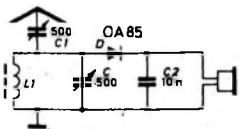
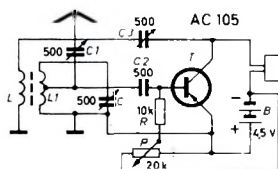

Bild 6. Kapazitive Antennenankopplung
Bild 7. Transistor-Rückkopplungsempfänger
Wir verwenden jetzt die Versuchsschaltung nach Bild 6. Dazu benötigen wir einen zweiten 500-pF-Drehkondensator  $C_1$ . Die Antenne wird am oberen Ende von  $C_1$  angeschlossen und  $C_1$  zunächst so weit herausgedreht, daß man mit  $C$  gerade noch einwandfrei auf einen Sender abstimmen kann.
Wenn wir  $C_1$  laufend vergrößern und mit  $C$  immer wieder nachstimmen, so werden wir allmählich eine Erhöhung der Lautstärke feststellen, weil jetzt mehr Energie über  $C_1$  zum Kreis gelangt. Gleichzeitig verschlechtert sich jedoch die Trennschärfe, weil nun der Wirkwiderstand der Antenne eine Rolle spielt. Das kann sogar zu einem Lautstärkeverlust führen. Man sieht, daß es auch hier ein Optimum gibt, das sorgfältig eingestellt werden muß. Bei der Schaltung nach Bild 6 spricht man von einer kapazitiven Antennenankopplung, im Gegensatz zu Bild 4, bei dem von der induktiven Ankopplung der Antenne Gebrauch gemacht wurde.
In den Schaltungen nach den Bildern 3, 4, 5 und 6 liegt parallel zum Kopfhörer stets ein Kondensator. Wie schon erwähnt, bewirkt dieser Kondensator einen hochfrequenten Kurzschluß für den Detektorkreis, so daß die Diode besonders wirksam gleichrichtet. Entfernen wir diesen Kondensator, so ergibt sich ein leichter Rückgang der Lautstärke und gleichzeitig eine geringfügige Verstimmung. Das deutet darauf hin, daß die Gleichrichtung nicht mehr so gut wie bisher erfolgt und daß sich außerdem die Resonanzfrequenz des Schwingkreises etwas verschoben hat. Der Kondensator  $C_1$  (beziehungsweise  $C_2$  im Bild 6) muß gerade einen solchen Wert haben, daß die Hochfrequenzspannung genügend kurzgeschlossen wird. Größere Werte sind nachteilig, weil dann der kapazitive Widerstand des Kondensators auch für die auftretenden Tonfrequenzen einen mehr oder weniger großen Kurzschluß darstellt. Der fließende Gleichstrom bleibt davon jedoch unbeeinflusst.
Bild 7 zeigt die Schaltung. Der Schwingkreis  $L_1, C$  ist uns bereits bekannt, die Antenne koppeln wir wie im Bild 6 kapazitiv über den Drehkondensator  $C_1$  an. Um den zusätzlichen Drehkondensator  $C_3$ , den wir zunächst ganz herausdrehen, und die Spule  $L$  kümmern wir uns vorerst nicht. Die Spannung an  $L_1$  wird an einer Spulenanzapfung (zum Beispiel bei 40 Wdg.) abgegriffen und über  $C_2$  der Basis des Transistors  $T$  zugeführt. Als Transistor können wir den schon bei früheren Versuchen benutzten Typ AC 105 verwenden, wenn wir die Ausgabe für einen besonderen Hochfrequenztransistor (gut geeignet ist beispielsweise der Typ AF 116 von Valvo) scheuen.
Ebenso wie eine gewöhnliche Diode, dämpft auch die Emitter-Basis-Strecke eines Transistors den Schwingkreis unter Umständen sehr erheblich. Um das zu untersuchen, legen wir den Kondensator C2 im Bild 7 einmal an eine höhere Zapfung, das heißt mehr in Richtung des oberen Anschlusses von L1. Dabei verschlechtert sich aber die Trennschärfe erheblich, und unter Umständen sinkt auch die Lautstärke stark ab, weil der Resonanzwiderstand des Kreises zurückgeht. Wählen wir eine tiefer liegende Zapfung, so wird die Trennschärfe immer besser, die Lautstärke jedoch zunehmend geringer, weil jetzt ein immer kleinerer Anteil der Gesamtspannung des Schwingkreises zur Basis des Transistors gelangt. Es gibt also auch hier ein Optimum, das man am besten durch sorgfältige Versuche ermittelt.
Wir stellen nun mit unserem Empfänger nach Bild 7 einen Sender ein und betätigen erstmalig den Drehkondensator C3. Beim Hineindrehen werden wir bemerken, daß die Lautstärke entweder anwächst oder sich verringert. Sollte sie sich verringern, so polen wir die Spule L um. Dann steigt die Lautstärke mit zunehmendem C3 nicht unerheblich an, während sich gleichzeitig auch die Trennschärfe verbessert. Wir haben eine „Rückkopplung“, und zwar eine sogenannte „Mitkopplung“ vor uns, die folgendermaßen arbeitet:
- 19 Im Bild 7 ist die Antenne über C1 an dieselbe Anzapfung wie der Kondensator C2 gelegt. Wir verändern nun den Anschluß versuchsweise in Richtung höherer und niedrigerer Anzapfungen. Im wesentlichen werden wir dabei die gleichen Erscheinungen wie beim Detektorgerät feststellen: Je höher die Anzapfung liegt, um so schlechter wird die Trennschärfe. Es gelten also dieselben Gesetzmäßigkeiten wie vorher, das heißt, der Wirkwiderstand der Antenne macht sich um so mehr bemerkbar, je stärker die Antenne angekoppelt wird. Es gibt wieder ein Optimum, das man experimentell ermitteln kann.
- 21 Beschaffen wir uns einen derartigen Transistor und setzen wir ihn in die Schaltung nach Bild 7 ein, so werden wir feststellen, daß sich die Empfindlichkeit erhöht, die Trennschärfe zunimmt und besonders die Bedienung der Rückkopplung leichter wird. Das erklärt sich aus den besseren Hochfrequenzeigenschaften dieses Transistors. Wollten wir kürzere Wellen (zum Beispiel den KW-Bereich) empfangen, so wäre das mit dem AC 105 überhaupt nicht möglich, weil dieser in diesem Frequenzbereich nicht mehr arbeitet. Dann ist unbedingt ein Hochfrequenztransistor erforderlich. Im übrigen kann man die Schaltung nach Bild 7 auch für KW-Empfang verwenden. Man benutzt dann für die Induktivität einen Stiefelspulenkörper, auf den man etwa 40 Wdg. wickelt, wobei auch wieder Anzapfungen zweckmäßig sind. Die Rückkopplungswicklung erhält etwa 10...15 Wdg. Mit dieser Spule läßt sich fast der gesamte KW-Bereich empfangen, und es ist lohnend, die vorher beschriebenen Versuche bei Kurzwellen zu wiederholen. (Fortsetzung folgt)